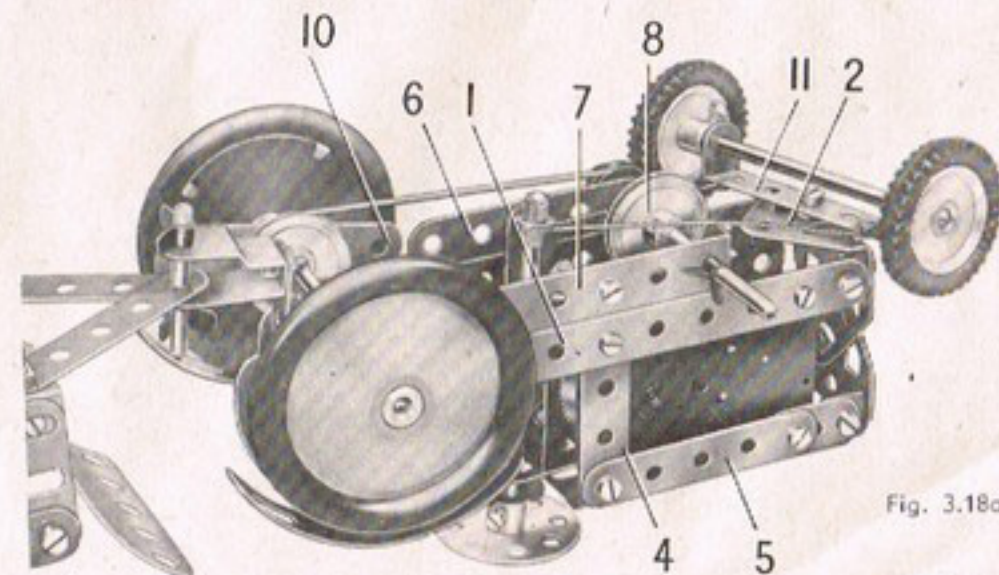

Fig. 3.18a
Chaque côté du châssis du tracteur est constitué par une bande de 11 trous (1). Ces bandes sont réunies à l'avant par une embase triangulée coudée (2) vissée sur des équerres, et à l'arrière par une bande de 5 trous (3), également fixée sur des équerres. Deux embases triangulées plates, boulonnées ensemble, sont fixées sur le rebord de l'embase triangulée coudée (2). Une bande de 5 trous (4) est fixée sur chacune des bandes (1). Les extrémités supérieures des bandes (4) sont réunies à des bandes de 5 trous (5) prolongées par des supports plats. Les bandes (5) sont reliées au radiateur par des équerres. Un moteur *Magic* est boulonné directement sur l'une des bandes (fig. 3.18a). Le dessus du capot est constitué par deux plaques flexibles de 6x4 cm. fixées sur des équerres boulonnées aux bandes (4) ; elles soutiennent une tringle de 9 cm. qui est munie d'une poulie de 25 mm. (8) reliée par une courroie de transmission à la poulie du moteur ; la tringle porte également une poulie de 12 mm. (9) qui entraîne une poulie de 25 mm. montée sur l'essieu arrière. La poulie de 12 mm. est fournie avec le moteur *Magic*. L'essieu arrière est une tringle de 10 cm. qui passe dans des plaques semi-circulaires (10) fixées aux derniers trous de la bande (3) par des équerres renversées.